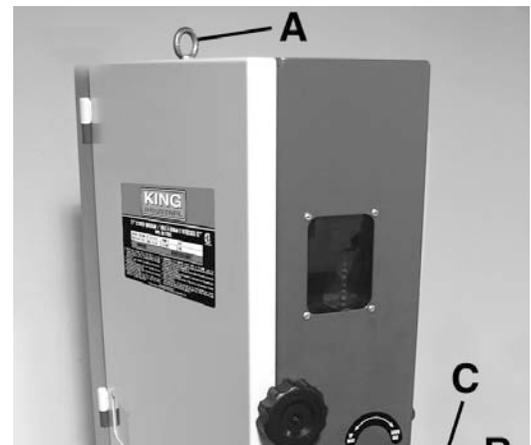

FIGURE 5
Le dédoublement est une méthode qui vous permet de refendre une pièce en plusieurs pièces minces et produire des panneaux avec grain image inversée. Le guide à dédoublement courbé (A) Fig.5 est la meilleure option pour guider votre pièce à travers une scie à ruban. La partie étroite de contact du guide à dédoublement sert comme pivot, il est possible de contrôler le trait de coupe si la course de la lame est errante est ne suit pas la ligne de coupe. Il est possible d'obtenir de très bon résultats, mais l'opération nécessite un parfait contrôle des mains.
Voici comment vous pouvez dédoubler un panneau facilement et précisément en utilisant le guide à dédoublement. Avec un crayon, indiquez votre ligne de coupe le long de votre panneau, assurez-vous que le chant du panneau est en équerre. Commencez votre coupe en le guidant "mains libres" le long de votre ligne de coupe. Si la lame est errante, il sera nécessaire d'avancer le panneau en ajustant son angle pour suivre la ligne de coupe. Voir Fig.5.